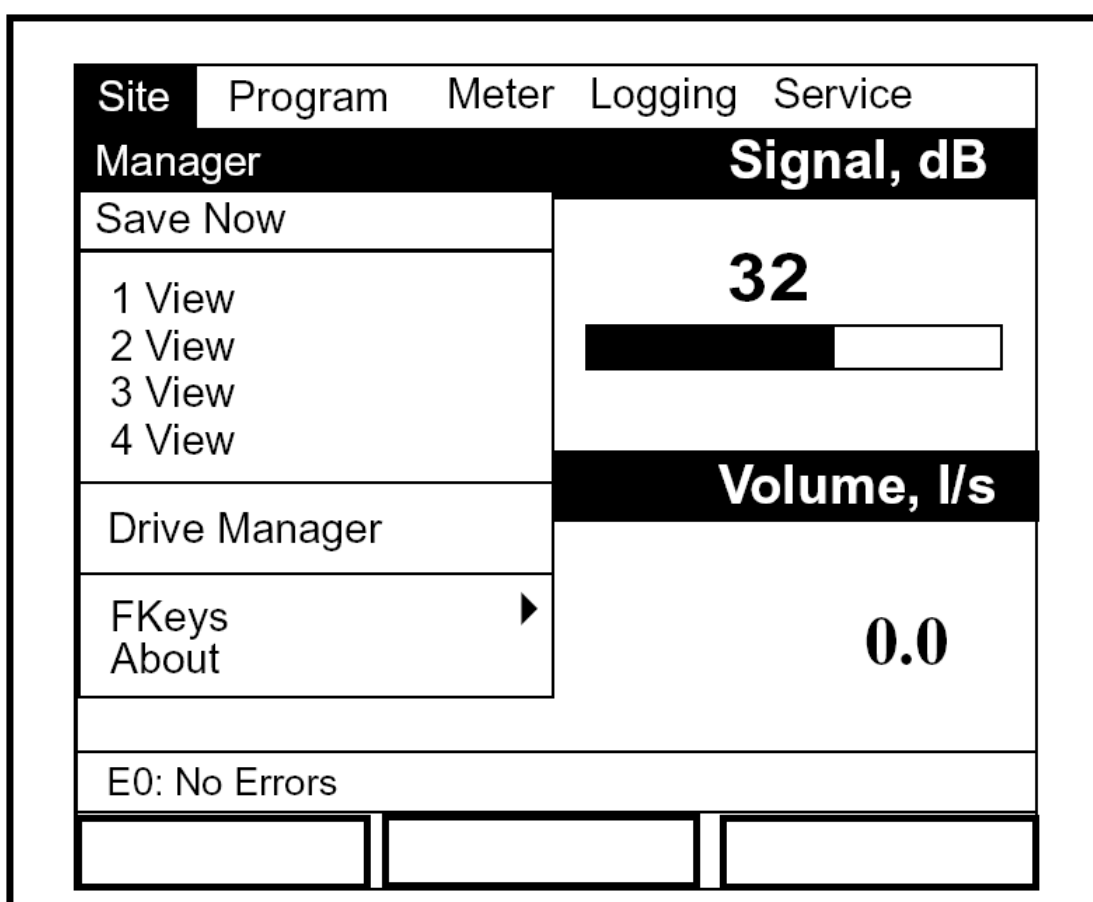
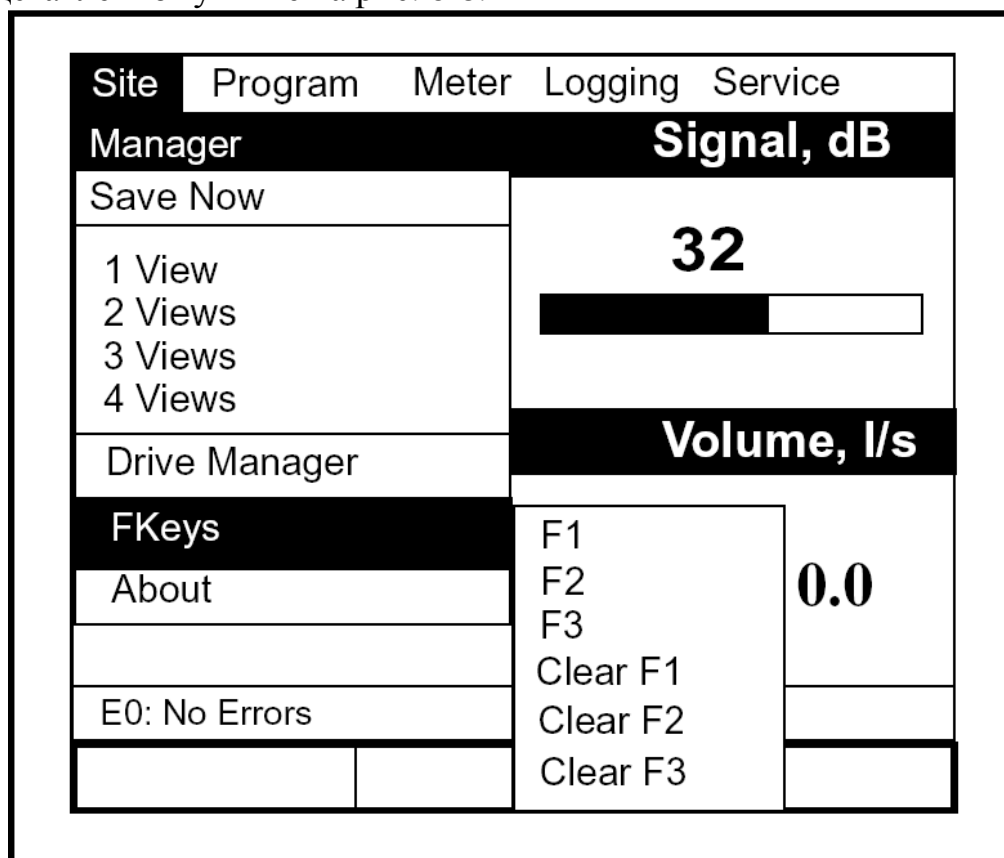

Рис. 6-6: Окно меню Site
Рис. 6-8: Меню FKeys
Для входа в меню Site нажмите клавишу [MENU] в нижнем правом углу клавиатуры PT878GC. Строка меню заменит строку состояния вверху экрана. Меню Site будет выделено в верхнем левом углу. Нажмите клавишу [ENTER] или клавишу со стрелкой [▼]. При этом экран будет иметь вид, подобный изображенному ниже на рис. 6-6. При программировании используйте рис. А-2 на стр. А-2 Приложения А, *Блок-схемы меню*.
2. в пределах меню Site (показано на рис. 6-6 на стр. 6-8) используйте клавиши со стрелками [▼] или [▲] для перехода к требуемому числу видов (1 View – 1 вид, 2 View – 2 вида и т.д.). Нажмите клавишу [ENTER].
2. В меню Site (показано на рис. 6-6 на стр. 6-9) используйте клавиши со стрелками [▼] или [▲] для перехода к пункту FKeys в меню. Нажмите клавишу [ENTER]. После на экран будет выведено изображение, подобное представленному ниже на рис. 6-8.
2. В меню Site (показано на рис. 6-6 на стр. 6-8) используйте клавиши со стрелками [▼] или [▲] для перехода к пункту FKeys в меню. Нажмите клавишу [ENTER]. После на экран будет выведено изображение, подобное представленному на рис. 6-8 на стр. 6-11.
2. В меню Site (показано на рис. 6-6 на стр. 6-8) используйте клавиши со стрелками [▼] или [▲] для перехода к пункту меню Drive manager. Нажмите клавишу [ENTER]. После на экран будет выведено изображение,